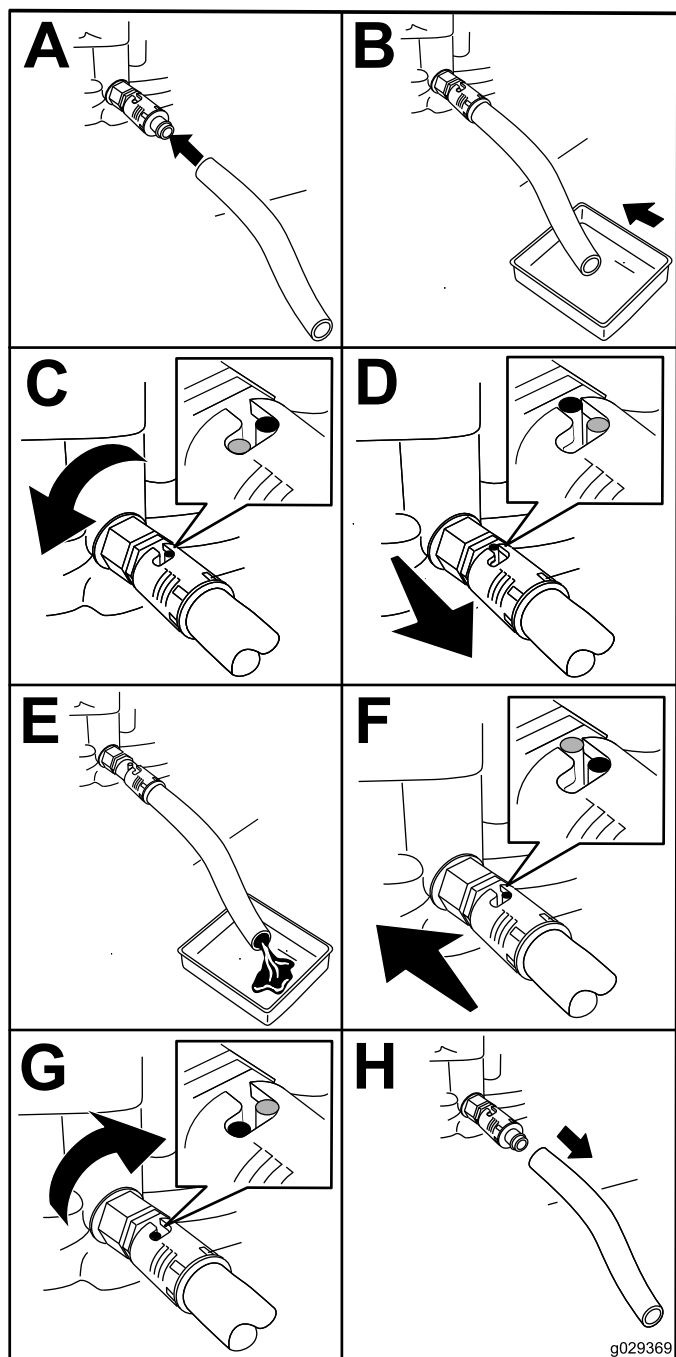

Figura 31
4. Montate il flessibile di spurgo sulla relativa valvola (Figura 31).
5. Posizionate l'altra estremità del tubo flessibile in un apposito contenitore per l'olio (Figura 31).
6. Girate la valvola di spurgo di 1/4 di giro in senso antiorario per lasciare defluire l'olio (Figura 31).
7. Dopo avere scaricato l'olio, ruotate la valvola di spurgo di 1/4 di giro in senso orario per chiuderla (Figura 31).